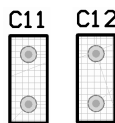

图 8-20 调整电阻元件间距
(6) 由于标号重叠, 为了清晰美观, 单击 “水平分布” 和 “增加水平间距” 命令, 调整电容元件之间的间距, 结果如图 8-20 所示。